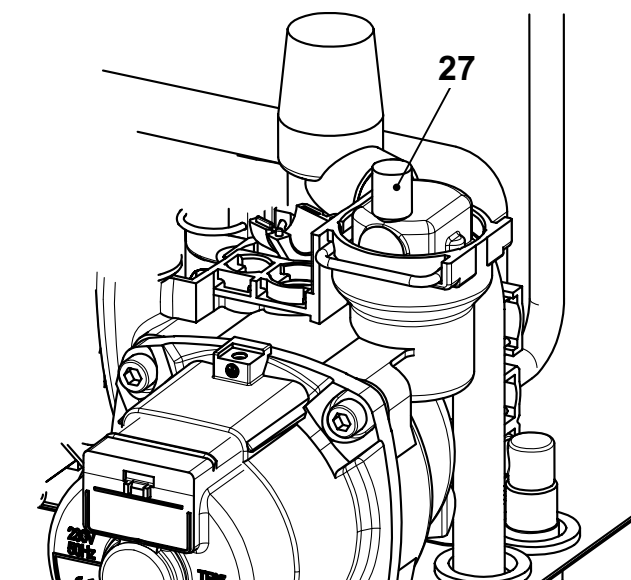

Figura 9.7
- Per facilitare lo svuotamento, alzare il tappo 27 della valvola di sfiato automatica in Figura 9.7 .